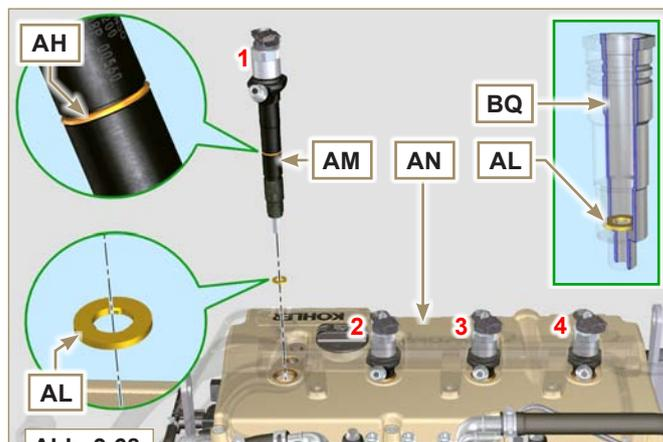

Abb. 9.68
- Die Elektro-Einspritzventile **AM** in den Kipphebeldeckel **AN** einsetzen und sie wie in **Abb. 9.68** dargestellt ausrichten.